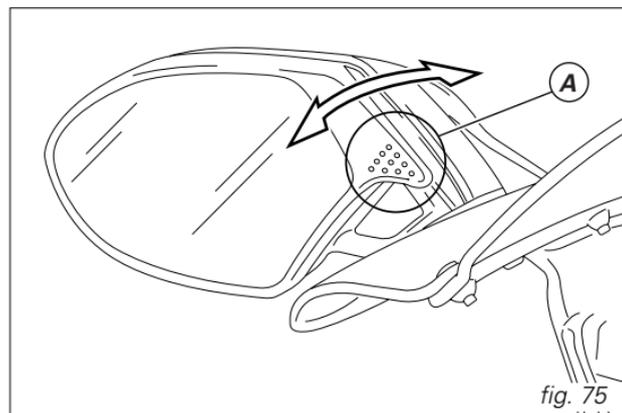

fig. 75
**Réglage des rétroviseurs (fig. 75)**